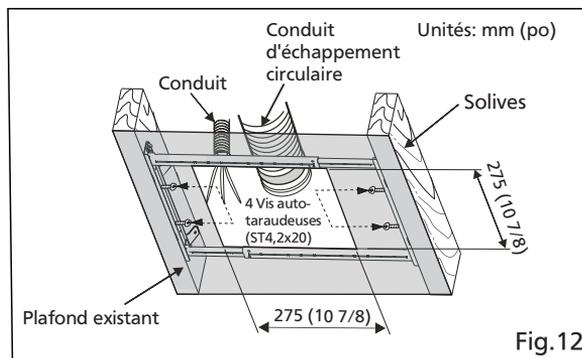

Fig.12
1. Retirer le ventilateur existant et découper une ouverture au plafond. Installer le support Flex-Z Fast™ aux solives en utilisant les 4 vis pré-installées de taraudage (ST4,2x20). Laisser en place le conduit et le câblage existants. (Voir Fig.12)